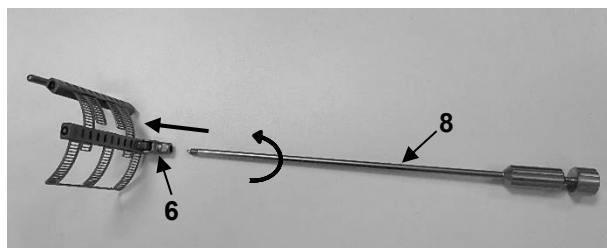

Fig. 7
Per alzare o abbassare la Treede Maxposition lama, avvitare prima la guida a gancio MRN-3 (8) in senso orario nella filettatura del giunto (6) (Fig. 7).